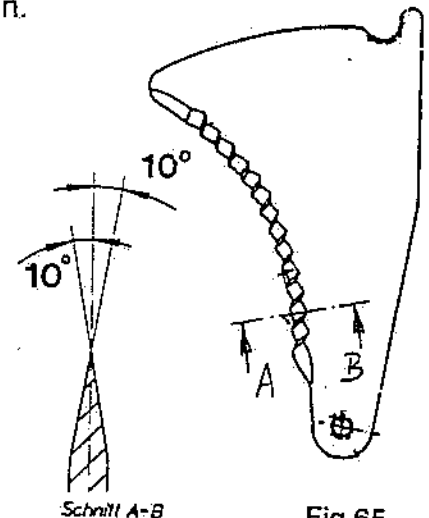

Fig.65
- A Schnittkanten an allen Messern 1 prüfen, Fig. 65 + 66